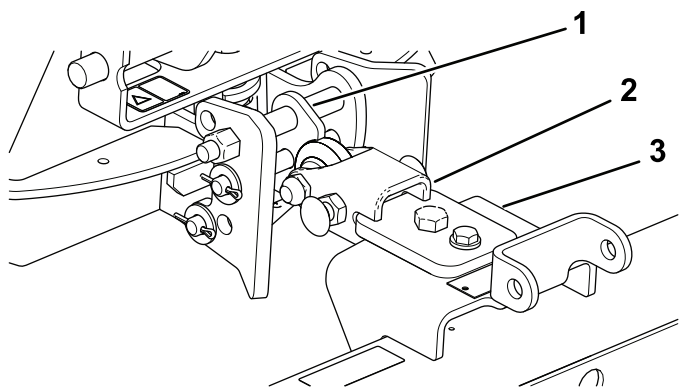

Figura 15
1. Monte o conjunto de engate de forma a que a parte inclinada fique na parte superior (Figura 15).
2. Monte a barra de engate no lado superior do conjunto do suporte (Figura 15).